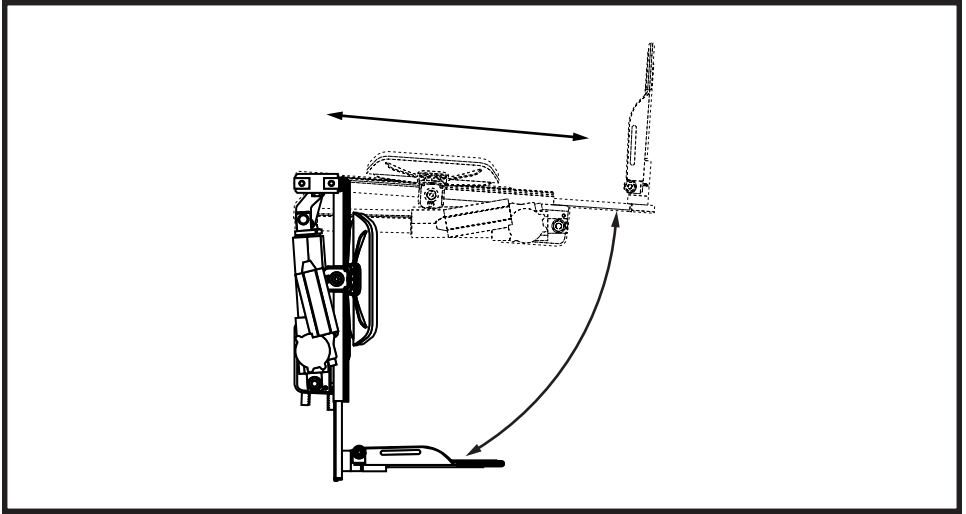
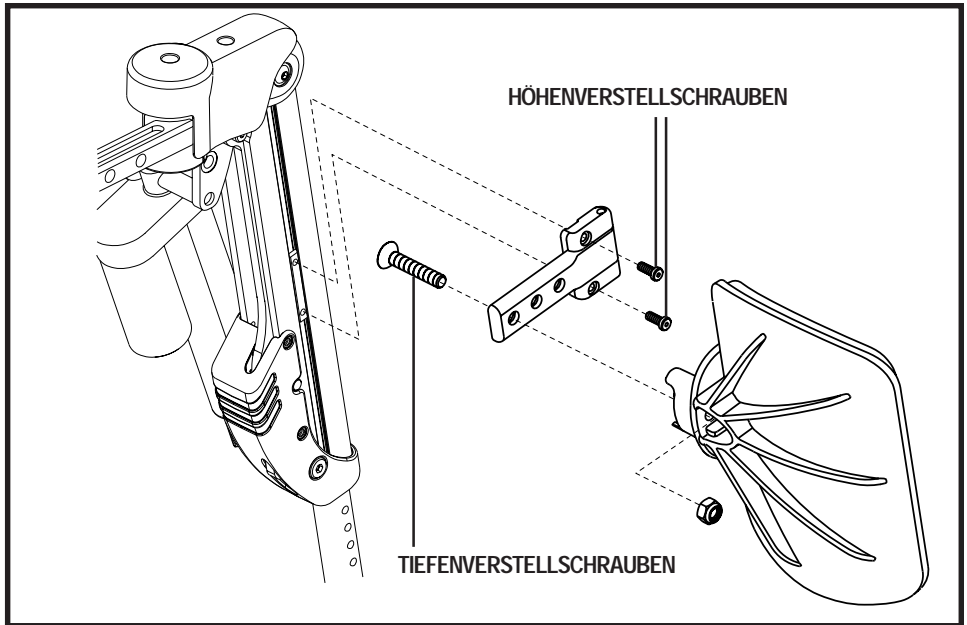

Abb. 14. Elektrisch längs verstellbare Fußplattform
Abb. 15. Verstellen der ausschwenkbaren Wadenpolster (LBS gezeigt)
Die elektrisch längs verstellbare Fußplattform bewahrt die richtigen Abmessungen vom Knie zum Hacken, wenn die Beine des Benutzers angehoben werden. Siehe Abbildung 14. Die elektrisch verstellbare Fußplattform hebt sich bis auf 170° an, hat standardmäßige Wadenpolster, die in Tiefe und Höhe verstellbar sind (siehe Abbildung 15) und ist für ein maximales Gewicht von etwa 136 kg (300 lbs) ausgelegt. Sie ist für alle elektrischen TRU-Balance 2-Positionierungssysteme sowie für das Synergy-Sitzsystem lieferbar. Die elektrisch längs verstellbare Fußplattform wird über das Steuergerät des Elektrorollstuhls oder den Kippschalter bedient.
1. Die Stellschrauben für die Höhenverstellung entfernen. Siehe Abbildung 15.
1. Die Stellschraube für die Tiefenverstellung entfernen. Siehe Abbildung 15.